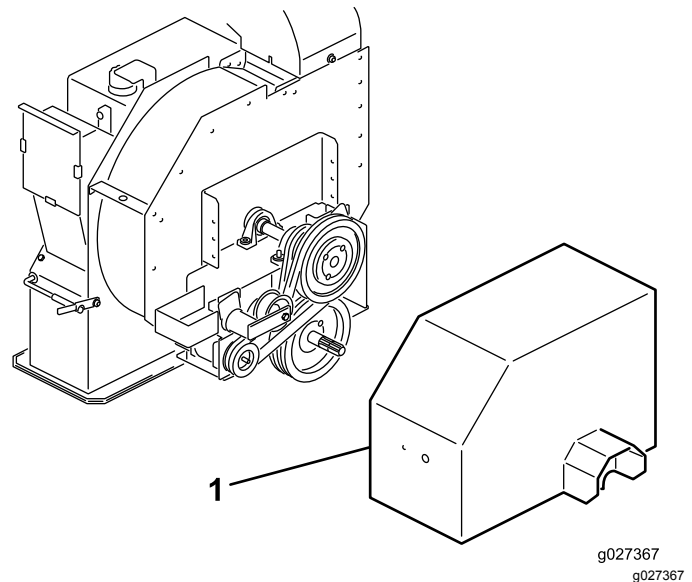

Bild 14
- Lösen Sie die Schrauben und Muttern, mit denen das Antriebsschutzblech am Impellergehäuse (**Bild 14**) befestigt ist, und nehmen Sie das Schutzblech ab.
- Lösen Sie hinten am Rahmen die Schraube, mit der der Riemenspanner am Rahmen befestigt ist (**Bild 14**).